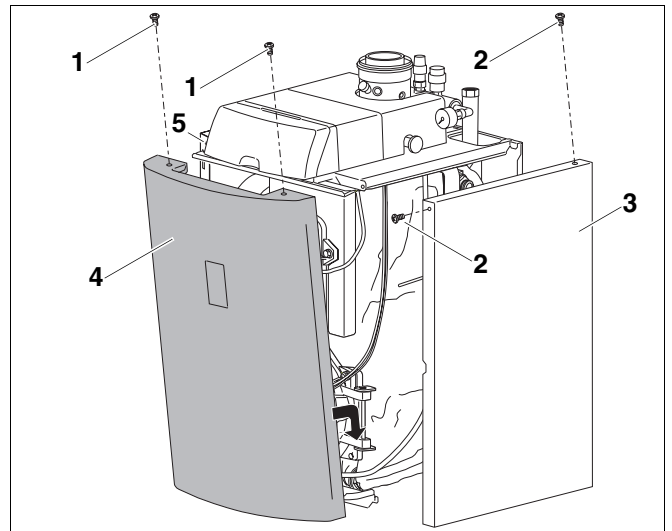

Abb. 34 Vorder- und Seitenwände montieren
- Rechte (Abb. 34, **Pos. 5**) und linke Seitenwand (Abb. 34, **Pos. 3**) wieder anbringen und mit je zwei Schrauben (Abb. 34, **Pos. 1**) am Heizkessel anschrauben.
- Vorderwand (Abb. 34, **Pos. 4**) wieder einhängen und mit zwei Schrauben (Abb. 34, **Pos. 1**) anschrauben.